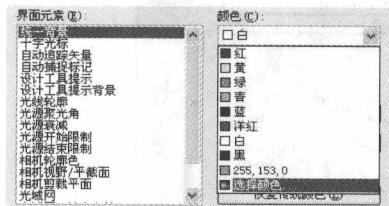

图 1-8 “颜色”下拉列表
(4) 在如图 1-8 所示的“颜色”下拉列表中单击“选择颜色”项目，弹出“选择颜色”对话框。